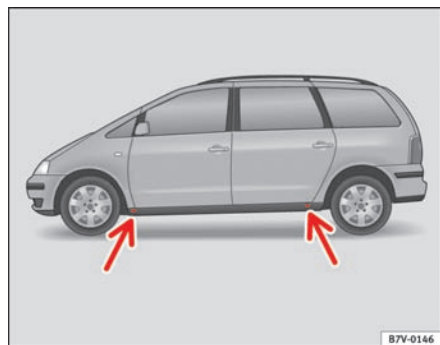

Fig. 160 Løftepunkter
1. Find det løftepunkt ⇒ fig. 160 (pil) ⇒ ⚠, som er tættest på det hjul, der skal skiftes.
Donkraften må kun bruges på de viste løftepunkter ⇒ fig. 160. Det forreste løftepunkt er ca. 11 cm fra hjulkasseudsnittet. Det bageste løftepunkt er ca. 14 cm fra hjulkasseudsnittet. Der er mærker i panelerne i begge sider, som viser, hvor løftepunkterne er under bilen.